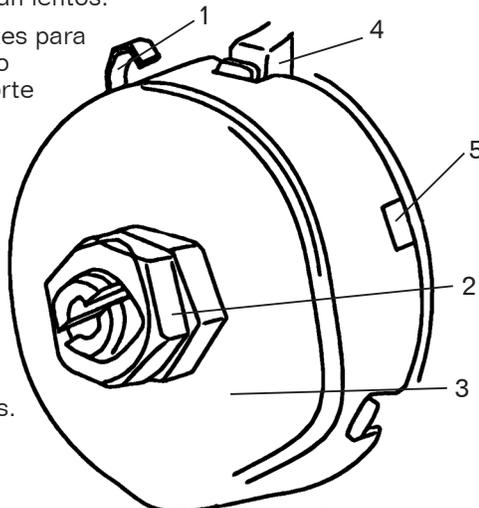

Fig. 17
RESORTE DE RETORNO DEL EJE (FIG. 17)
- Coloque un destornillador en el bucle (Fig. 17 - 1) para mantener el resorte en su lugar.
- Aflove las dos tuercas de la carcasa (Fig. 17 - 2) aproximadamente 1/4" (6 mm). No quite las tuercas del eje roscado. No permita que el resorte o la carcasa del resorte se salgan de control.
- Mientras sujeta firmemente la carcasa del resorte (Fig. 17 - 3), tire con cuidado de la carcasa del resorte hasta que pase el tope elevado (Fig. 17 - 4).
- Gire la carcasa de modo que la siguiente muesca (Fig. 17 - 5) encaje con el tope levantado (Fig. 17 - 4).